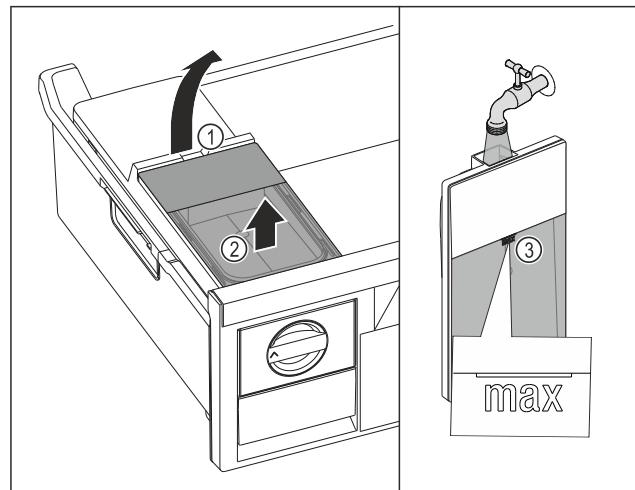

Fig. 39
- Підняти бак для води за заглиблення Fig. 39 (1).
- Вийняти бак для води рухом вгору. Fig. 39 (2)
- Наповнити бак для води питною водою до позначки Fig. 39 (3).